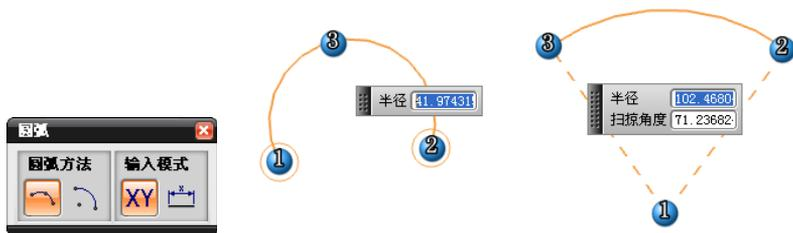

图 3-14 绘制“三点”圆弧和“圆心、端点”圆弧
单一方式绘制圆弧。有两种绘制方法：三点圆弧①和圆心、端点圆弧②。示例如图 3-14 所示。